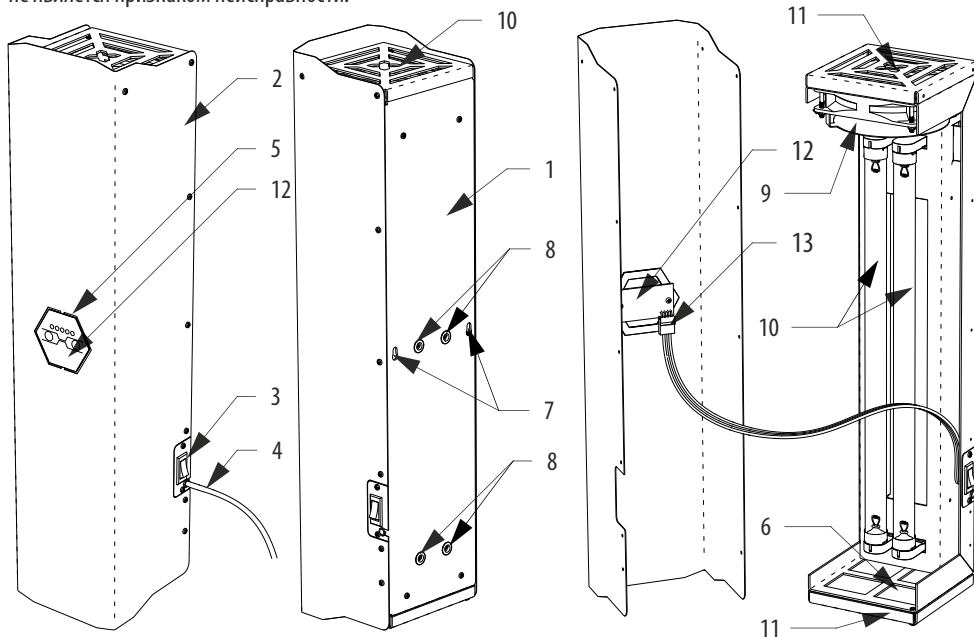

Рисунок 1. Общая конструкция очистителя воздуха ОВУ-03-5.
- 8.3. Измерьте межцентровое расстояние между проушинами 7 (см. рис.1). С помощью уровня и линейки (рулетки) разметьте на стене отверстия для монтажа. Выбирайте крепёж в соответствии с материалом стен: шурупы для деревянных стен или стен из древесных материалов; дюбеля с шурупами для бетонных, кирпичных или газосиликатных стен; специальный крепёж для стен из ГКЛ.